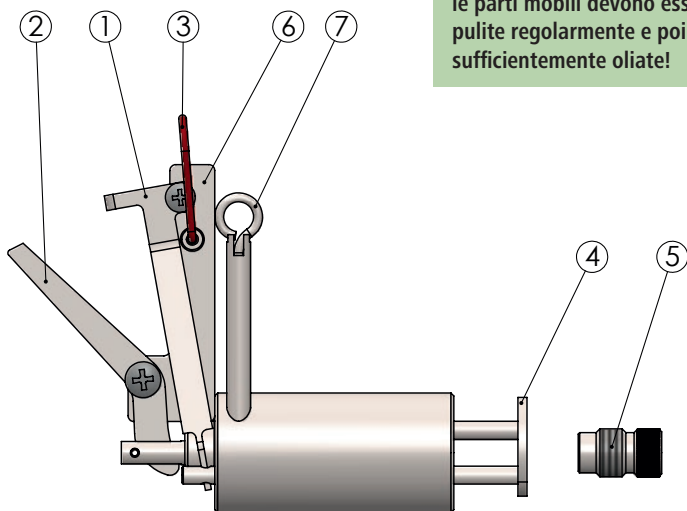
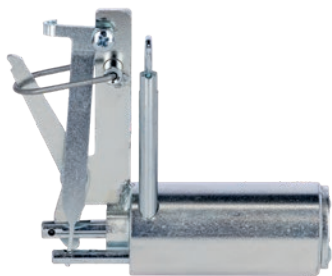
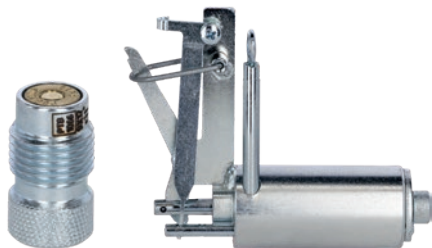

Fig. 3
Fig. 4
Fig. 5
1. Con il pollice, premere il tenditore (fig. 3 pos. 2) nella direzione di tiro, quindi spostare l'anello di sicurezza (fig. 3, pos. 3) all'indietro sul tenditore (v. fig. 4). Appoggiare e maneggiare l'apparecchio esclusivamente quando è in questo stato!
3. Inserire una cartuccia gialla da 9 x 17 mm nel portacartuccia (fig. 3 pos. 5). Avvitare il portacartuccia completamente e saldamente nell'apparecchio (fig. 5).
5. Spingere il grilletto (fig. 3 pos. 4) nella posizione finale anteriore e bloccarlo con l'ausilio del perno di bloccaggio (fig. 3 pos. 7) (v. fig. 7).
7. Tirare il perno di bloccaggio (fig. 3 pos. 7) verso l'alto e ruotarlo di 90 ° in modo che sia bloccato nella posizione finale superiore (v. fig. 10).
8. Ribaltare in avanti l'anello di sicurezza (fig. 3 pos. 3) - l'apparecchio ora è carico e pronto per il tiro (v. fig. 11).